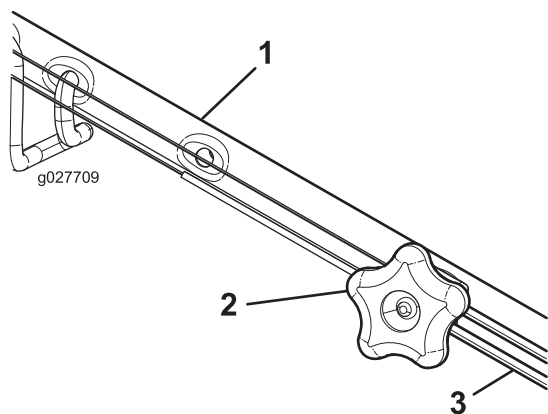

Figure 26
1. Tournez le bouton de réglage dans le sens antihoraire pour desserrer le réglage du câble (Figure 26).
2. Ajustez la tension du câble (Figure 26) en le tirant en arrière ou en le poussant en avant puis en le maintenant à cette position.